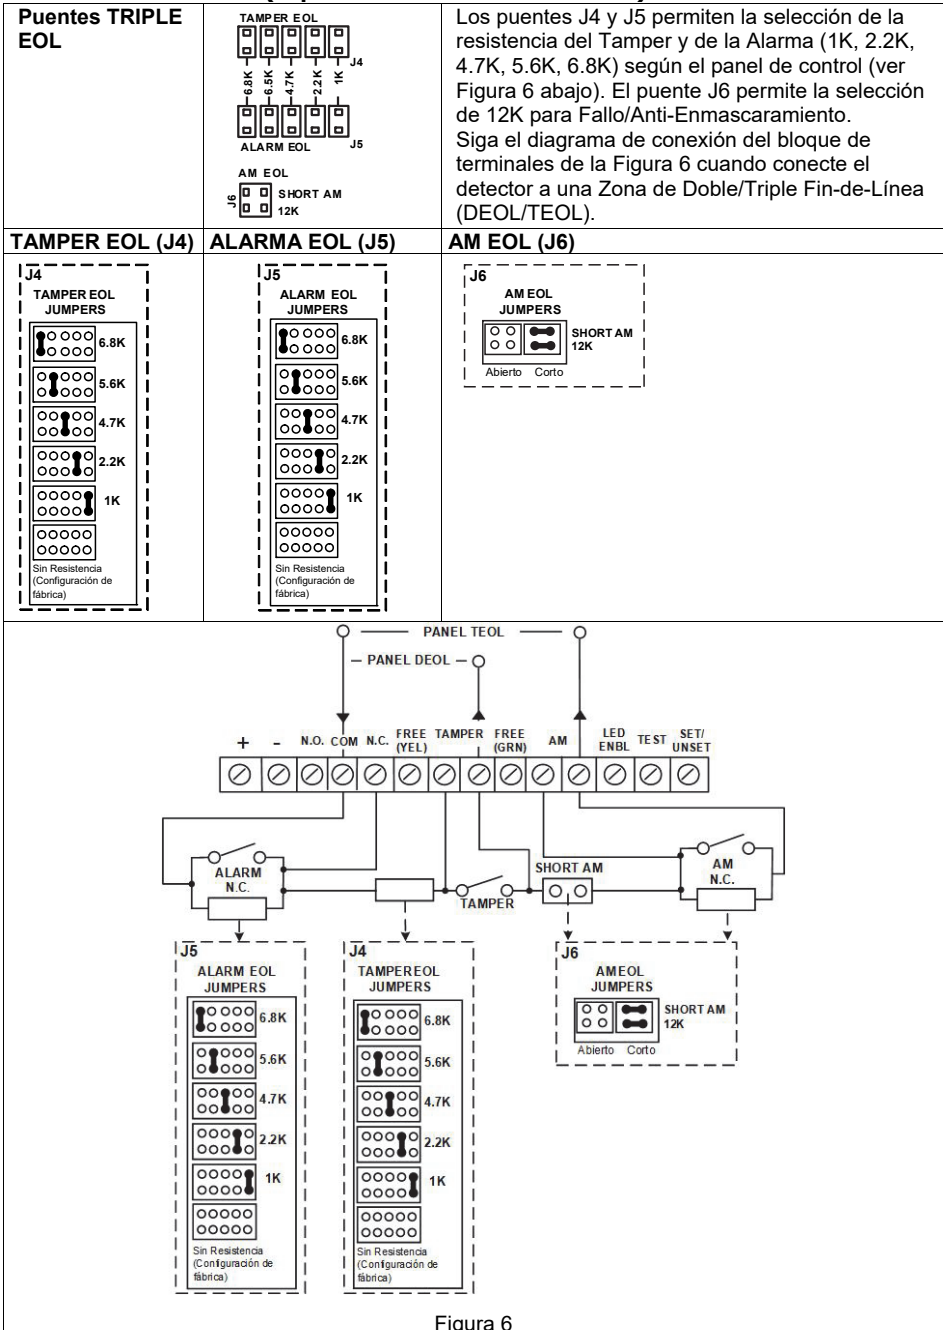

Figura 6
3. Abra los agujeros pre-marcados en la base externa (Figura 6, Detalle B)
4. En el accesorio de la rótula elimine el agujero pre-marcado que necesite para pasar el cableado por la rótula: S2, S7 o S9 (Figura 6, Detalle A).
5. Extraiga el tamper posterior de la base interna (véase el párrafo “Cambiando la Posición del Tamper Posterior”) y conéctelo a S5 (Figura 6, Detalle A) en la Rótula Estándar.
- a. Inserte el cableado del cable externo a través de los agujeros pre marcados S2, S7 o S9 y sáquelos (incluyendo los cables del tamper) a través del Conducto de Cables de la Rótula (Figura 6, Detalle B).